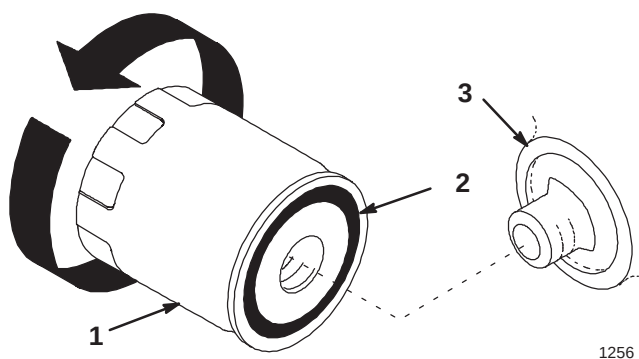

Figure 47
2. Déposez le filtre à huile usagé et essuyez la surface du joint de l'adaptateur (Fig. 47).
3. Appliquez une fine couche d'huile neuve sur le joint en caoutchouc du filtre de rechange (Fig. 47).
4. Posez le filtre de rechange sur l'adaptateur. Tournez le filtre dans le sens des aiguilles d'une montre jusqu'à ce que le joint rejoigne l'adaptateur, puis donnez 3/4 de tour supplémentaire (Fig. 47).